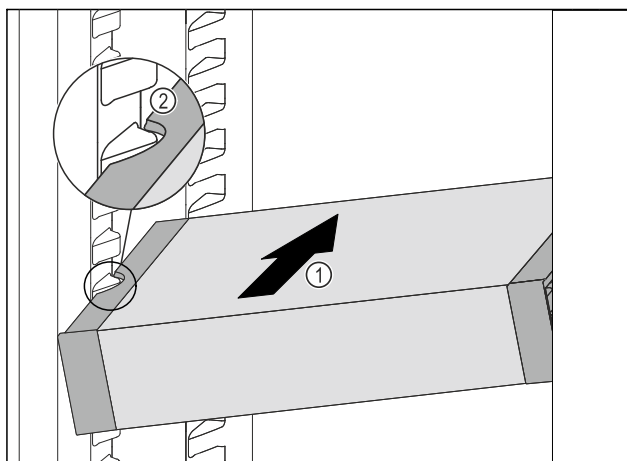

Fig. 107
- ▶ Вкарайте VarioSafe под ъгъл в хладилната част Fig. 107 (1), докато страничните прорези Fig. 107 (2) на VarioSafe се намират на височината на реброто на съда в хладилната част.